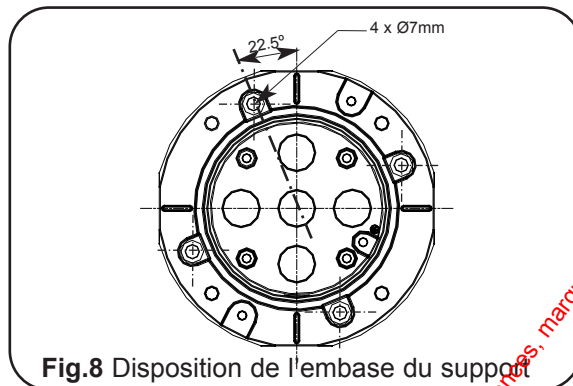

Fig. 8 Disposition de l'embase du support
- A. Retirez l'embase du support en ôtant les vis tête bombée CH extérieures, puis après s'être assuré de la fixation murale sur la maçonnerie, marquez et percez 4 trous Ø 7 mm en vous servant de l'embase comme gabarit (présentée ci-dessus). Pour vérifier l'orientation, il existe des parties planes aux 4 axes permettant l'emploi d'un niveau pour l'alignement (**Fig. 8**). Utilisez des lunettes de protection lors du perçage.